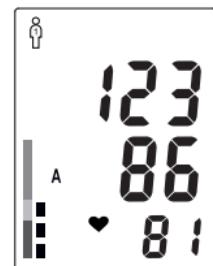
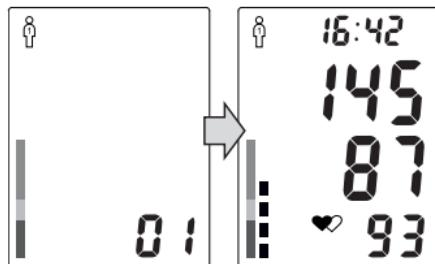

Рис.17
Рис.18
3. Просмотреть содержимое памяти прибора Вы можете, нажав кнопку M1 или M2. При первом нажатии кнопки M1 (или M2) на экране появится среднее значение 3-х последних измерений, сохраненных в память M1 (или M2), обозначенная символом «A» (рис. 17). При повторном нажатии кнопки M1 (или M2) на экране появится индикатор выбранной памяти M1 (или M2) и номер ячейки памяти, а через 1 секунду отображается ее содержимое (рис. 18). При отображении содержимого ячейки памяти, дата и время измерения индицируются попеременно в нижней строке дисплея. Каждое нажатие кнопки M1 (или M2) вызывает переход к следующей ячейке памяти.